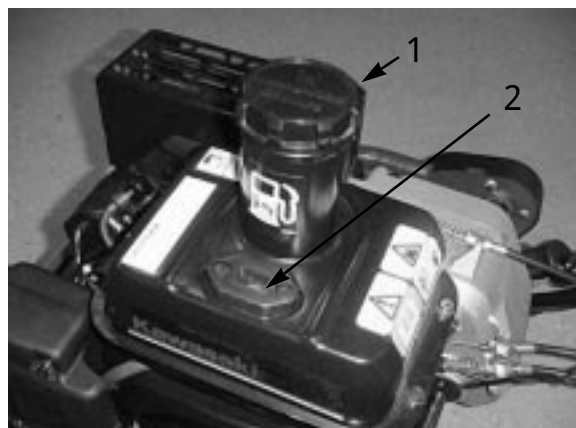

図 9
1. 燃料キャップ（図 9）は周囲を拭いてから外す。無鉛ガソリンをフィルタ・スクリーンの下まで給油する。入れすぎ厳禁。